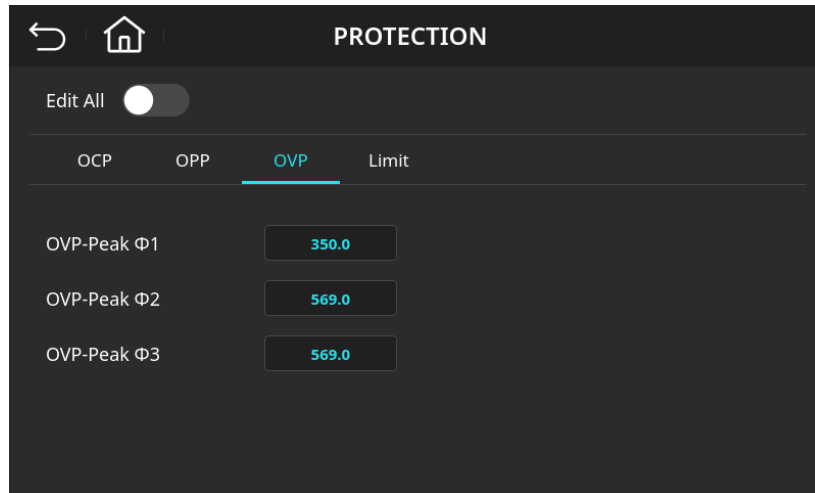

图 4-56 输出过电压保护页面(OVP-Peak Φ 1= 350 V)
4. 输入 3, 5, 0 后按下  键，数值变更成” 350.0 ”，如图 4-56 所示。